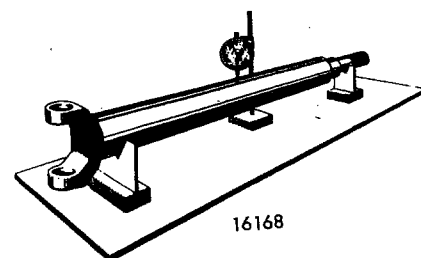

Fig 09-1. Indikering av kardanaxel
1. Undersök delarna med avseende på slitage och skador. Kontrollera att kardanaxeln är rak genom att placera den i två v-block enligt fig 09-1. Vid denna indikering får utslaget vara högst 0,3 mm (0,012").